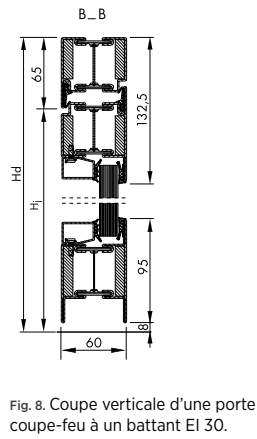
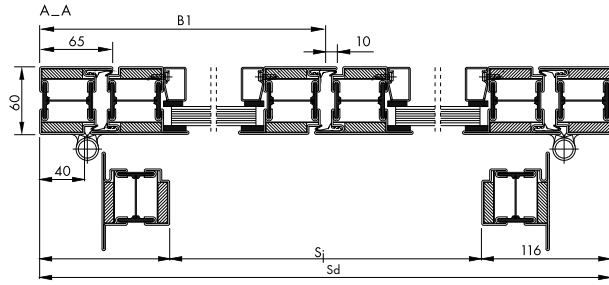

Fig. 8. Coupe verticale d'une porte coupe-feu à un battant EI 30.
Fig. 9. Coupe horizontale d'une porte coupe-feu à un battant EI 30.
- Hj - hauteur du passage libre après l'installation d'une porte avec seuil Hj = Hd - 65 - hauteur du seuil (Fig. 8 et Fig. 9) [mm],